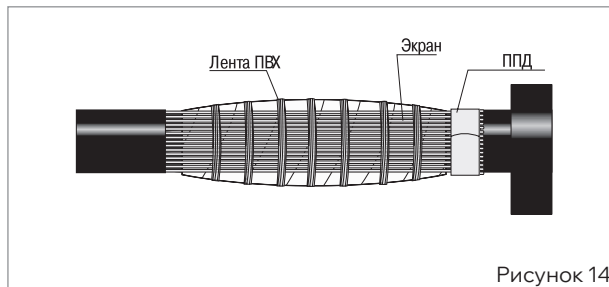

Рисунок 14
■ Снять бандаж с проволоки экрана на разделке с предустановленной ППД. Длинные проволоки экрана освободить от бандажа и разогнуть вдоль муфты, наложить на экран разделки с предустановленной ППД и закрепить, домотав пружину (рис. 14).